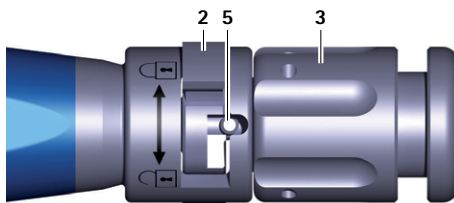

Fig. 4 Vista ingrandita strumento inseritore, impianto di prova/impianto serrato
- Ruotare il dado girevole 3 dello strumento inseritore A in senso orario (direzione "back"), finché l'impianto di prova non è serrato saldamente, vedere Fig. 4.
- Ruotare il dado girevole **3** sullo strumento inseritore **A** in senso orario (direzione: „back”), finché l'impianto non è serrato, vedere Fig. 4.